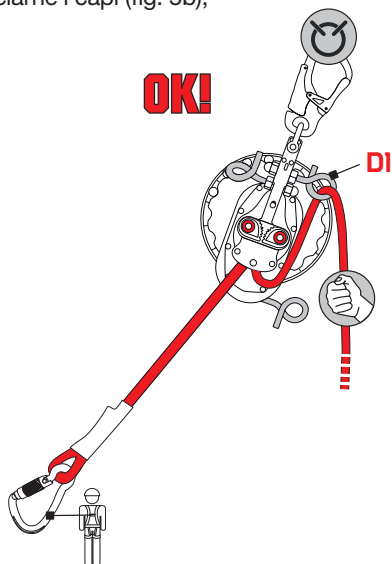
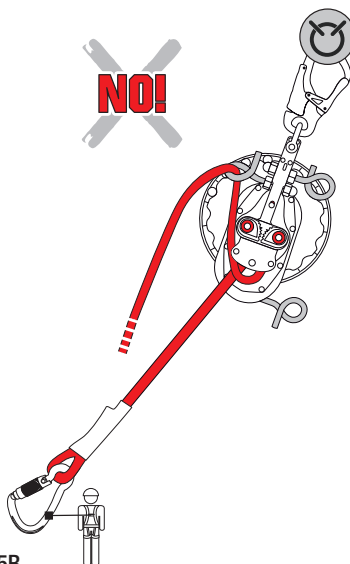

Fig.5A
Fig.5B
- inserire la corda libera nell'occhiello a "coda di porco" (D1) e trattenerla (fig. 5a), evitando di incrociarne i capi (fig. 5b),